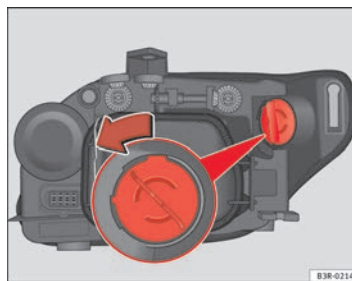

Abb. 203 DRL (Tagfahrlicht)
- Drehen Sie den Lampenträger gegen den Uhrzeigersinn und ziehen Sie ihn ⇒ Abb. 203 mit der Glühlampe heraus.